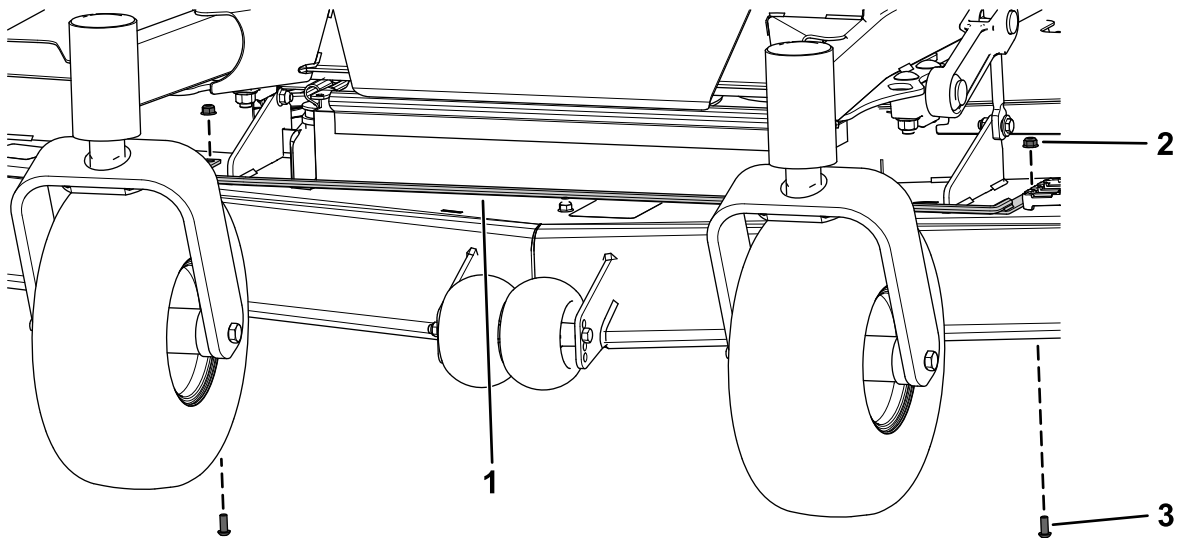

**Figura 14**
2. Remova os dois parafusos de cabeça de tremço (5/16 pol. x 3/4 pol.) e duas porcas flangeadas (5/16 pol.) da frente da plataforma do cortador (**Figura 14**).